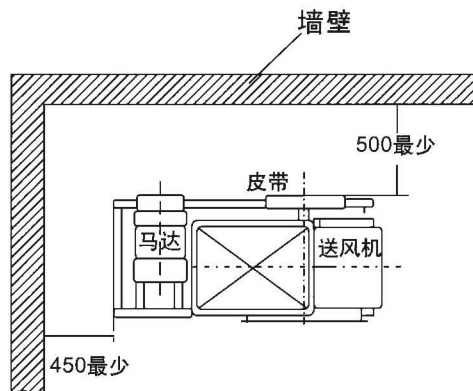

图2
- (1) 送风机安装位置必须留有足够空间为了：
- (2) 图2所示为一般送风机安装位置周围所需空间。